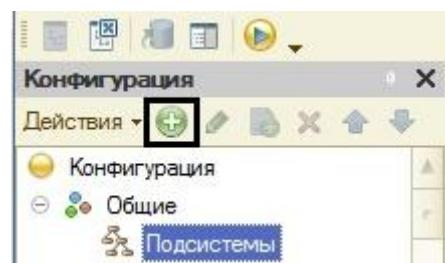

Рисунок 15 Добавление подсистемы
- Добавьте следующие подсистемы, выбрав пункт в контекстном меню «Добавить» или нажав соответствующую кнопку на командной панели (рис. 15).